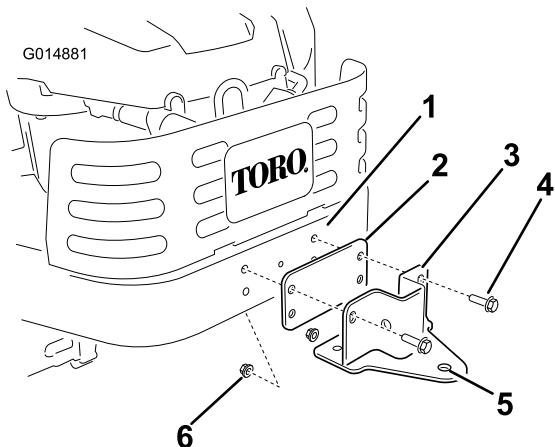

Figure 10
1. Trouvez la plaque intermédiaire de support du cadre ainsi que le support dans les pièces détachées. Montez la plaque et le support sur le cadre de la machine comme illustré à la Figure 10. Fixez la plaque et le support au cadre avec deux boulons (5/16 x 1") et deux contre-écrous (5/16 pouce).